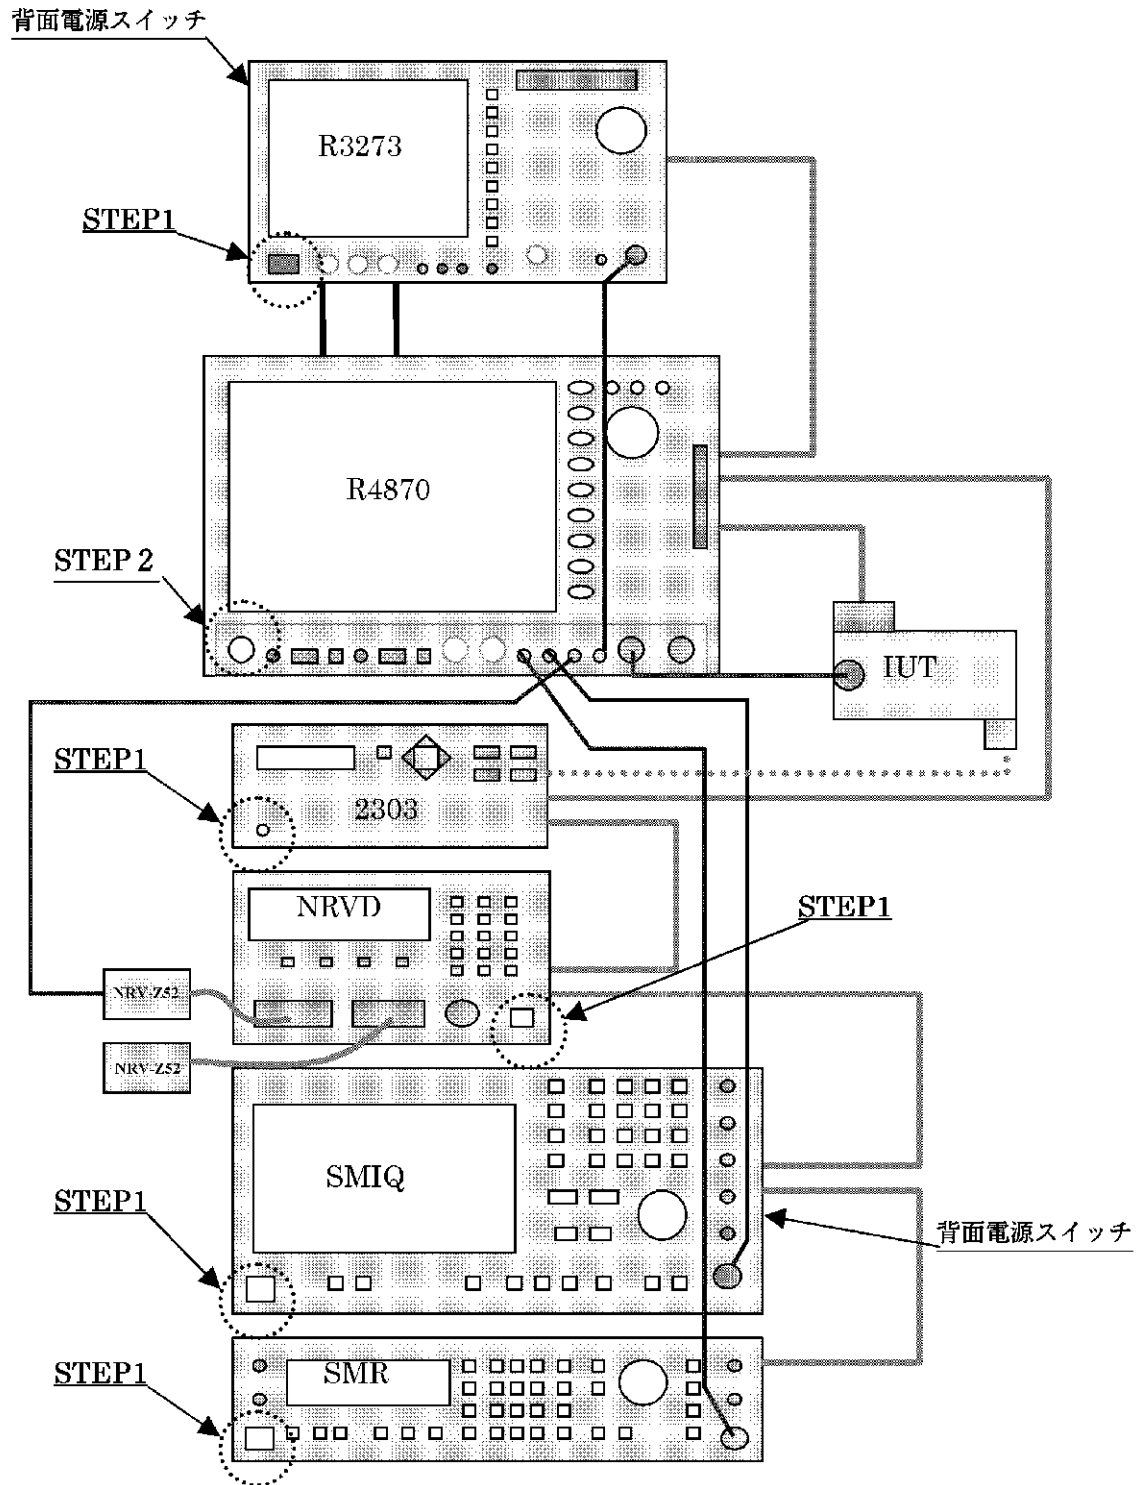

図 1-3 システムでの各機器の電源投入順序
1. R3273、2303、NRVD、SMIQ、SMR の電源を投入します（図 1-3 の STEP1 を参照）。各機器の GPIB アドレス設定値は以下のとおりです。
2. STEP1 での機器が安定動作後に R4870 の電源を投入します（図 1-3 の STEP2 を参照）。
RF テストでは IUT を図 1-3 のように接続します。